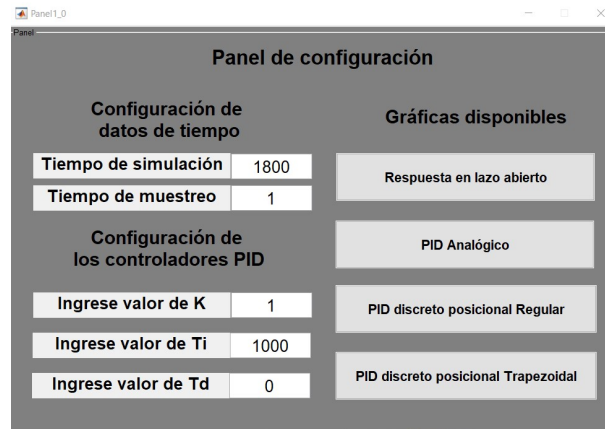

Figura 5.2: Interfase gráfica de usuario de la planta
3. Se abrirá una interfaz gráfica de usuario que representa las opciones disponibles en una planta real donde se desconoce su función de transferencia. Ver Figura 5.2.
8. Ahora se configurará el controlador PID continuo. Para esto se deben ingresar los valores de las constantes  $K$ ,  $T_i$  y  $T_d$  en la interfaz gráfica mostrada en la Figura 5.2, luego de lo cual se debe presionar el botón “PID analógico”. En ese instante, en el workspace se grabará una variable denominada “Respuesta\_PID” que contiene los datos medidos para todos los instantes de tiempo distribuidos en sus columnas según se detalla en la Tabla 5.2.
10. Ahora configure el controlador PID discreto en forma posicional con integradores regulares. Se utilizarán los mismos valores de las constantes  $K$ ,  $T_i$  y  $T_d$  que en el caso continuo, y se debe ingresar el tiempo de muestreo obtenido anteriormente. Para obtener el resultado, se debe presionar el botón “PID discreto posicional regular” en la interfaz gráfica mostrada en la Figura 5.2. En ese instante, en el workspace se grabará una variable denominada “Respuesta\_PID\_regular” que contiene los datos medidos para todos los instantes de tiempo distribuidos en sus columnas según se detalla en la Tabla 5.2.
11. Finalmente, configure el controlador PID discreto en forma posicional con integradores trapezoidales. Se utilizarán los mismos valores de las constantes  $K$ ,  $T_i$  y  $T_d$  que en el caso continuo, y se debe ingresar el tiempo de muestreo obtenido anteriormente. Para obtener el resultado, se debe presionar el botón “PID discreto posicional trapezoidal” en la interfaz gráfica mostrada en la Figura 5.2. En ese instante, en el workspace se grabará una variable denominada “Respuesta\_PID\_trapezoidal” que contiene los datos medidos para todos los instantes de tiempo distribuidos en sus columnas según se detalla en la Tabla 5.2.